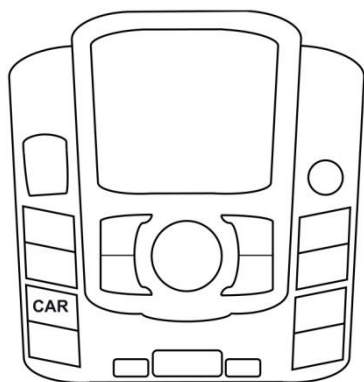

Abb. 1
4. Betätigen Sie die **CAR** Taste (Abb. 1). Abbildung 2 erscheint im Display